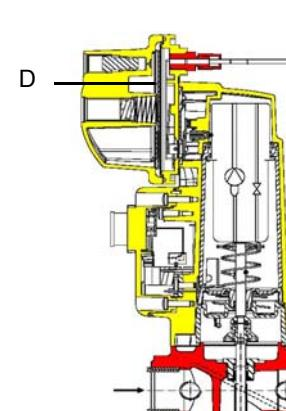

Рис. 16
**ВНИМАНИЕ:** диафрагма D исполнительного механизма SKP2 должна находиться в вертикальном положении (Рис. 16).